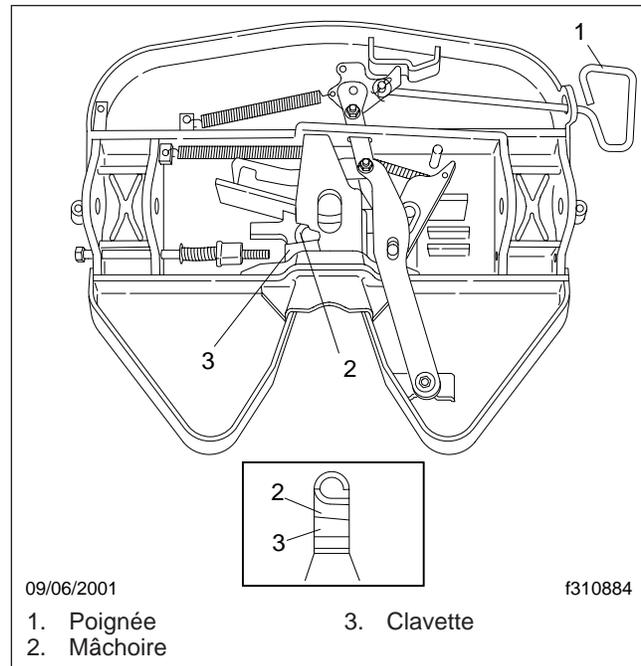

Fig. 5, Sellette d'attelage Fontaine
- Lubrifiez la sellette d'attelage avant l'ouverture et la fermeture. Graissez la mâchoire et la clavette à l'aide d'un tournevis et distribuez la graisse tout le long des surfaces d'ajustement de la mâchoire et de la clavette. Voir la figure 5. Ouvrez et fermez la sellette d'attelage plusieurs fois pour distribuer davantage la graisse.